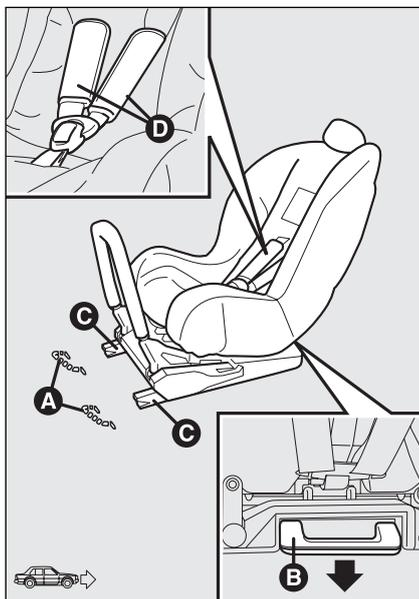

fig. 15
Per i bambini appartenenti a questo gruppo di peso (fino a 13 kg di peso) il seggiolino è rivolto all'indietro ed il bambino è mantenuto dalle cinture **D-fig. 15** del seggiolino.
- assicurarsi che la leva di sgancio **B-fig. 15** sia in posizione di riposo (rientrata);